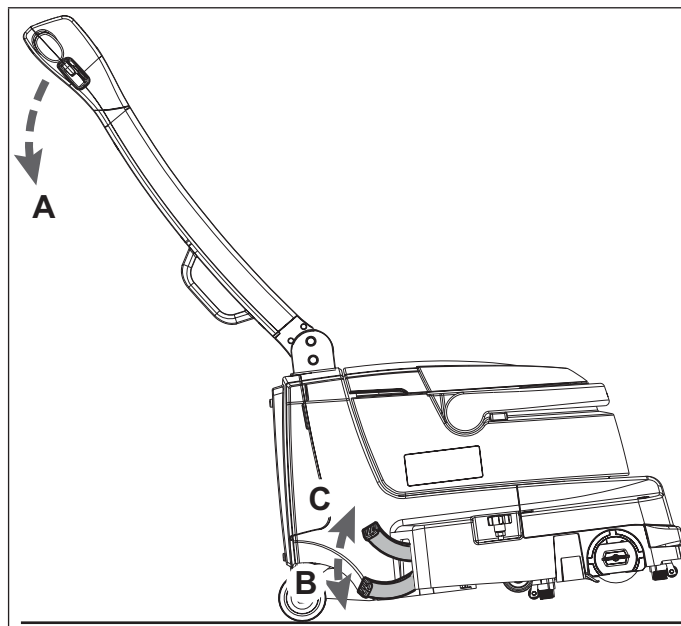

Figure 1
Pour faciliter les opérations avec la pédale de stationnement (10), lever légèrement la partie avant du corps de la machine en faisant levier avec les mains sur le guidon (A, fig. 1).
1. À l'aide des mains sur le guidon (A), lever légèrement la partie avant du corps de la machine, puis pousser sur la pédale (B, fig. 1).